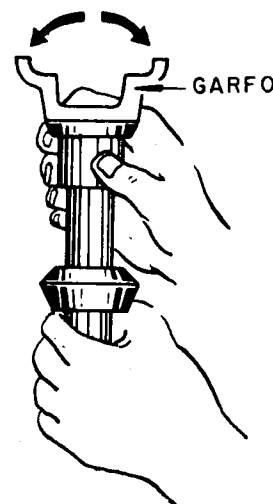

Fig. 1
- ___c Verifique se as estrias do pinhão não apresentam desgaste ou deformações e com prove a folga usando o garfo da junta universal (fig. 1).